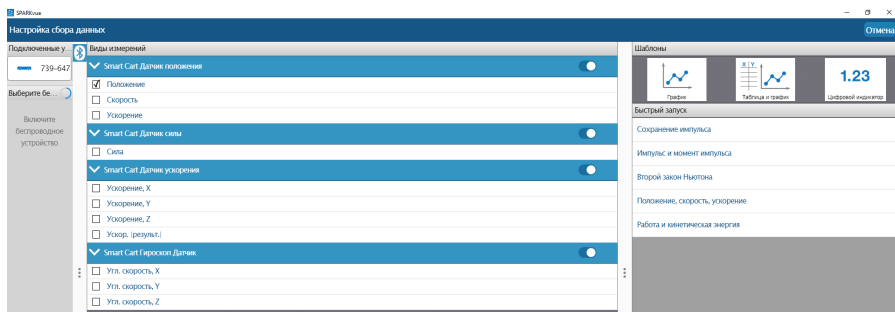
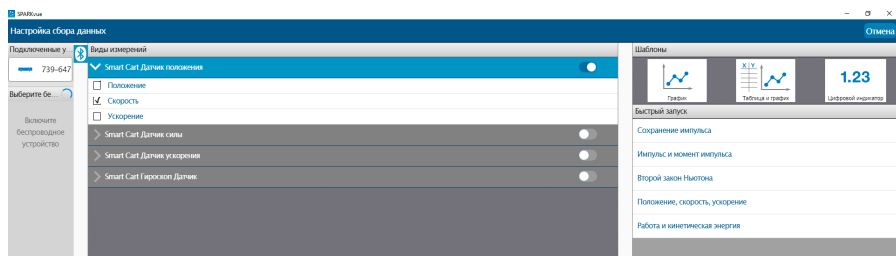

Рис. 5. Выбор измеряемой величины
Рис. 6. Датчик положения – Скорость
5. В появившемся окне **«Виды измерений»** (рис. 5) отключить все Smart Cart датчики за исключением датчика положения, в меню которого оставить активным пункт **«Скорость»** (рис. 6);